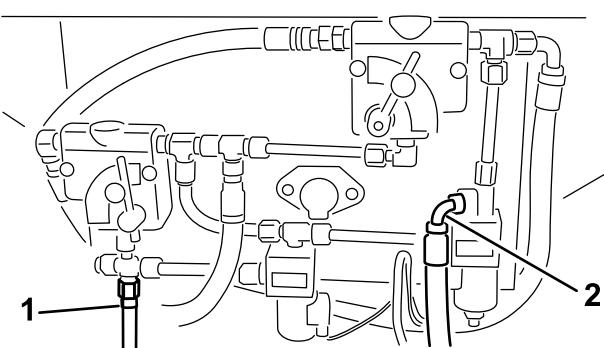
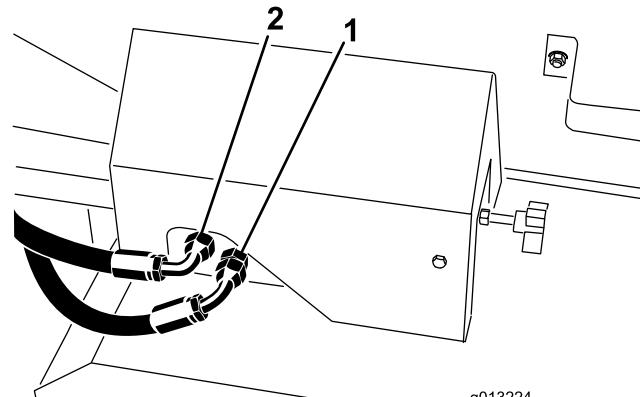
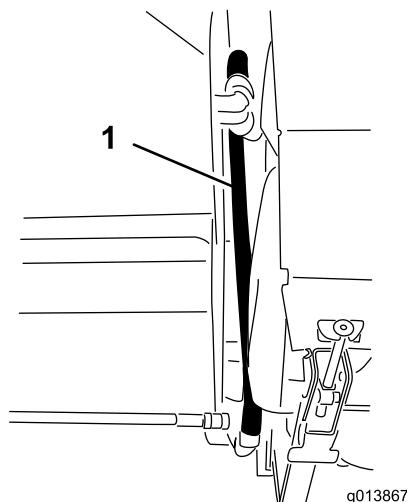
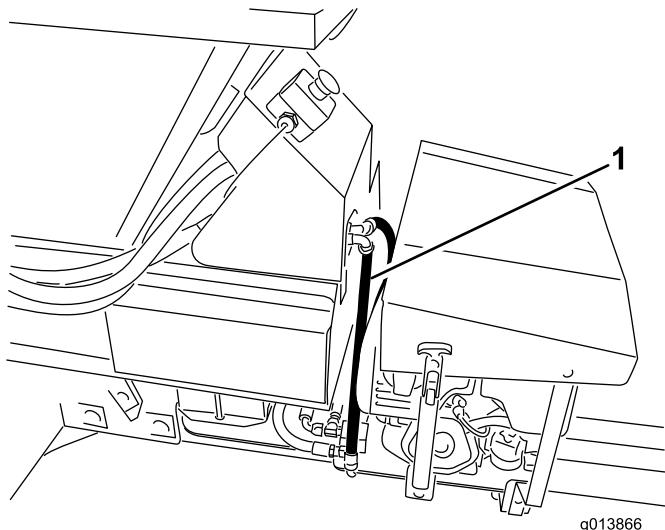

図 14
図 15
図 16
図 17
39. プロパスベースモデルの高圧側および戻り側の油圧接続を確認する。SHバージョンについては 図 14 を参照、EHバージョンについては 図 15 を参照。
40. もし、加圧側および戻り側ホースが 図 14 および 図 15 に示す位置に取付けてあった場合には、取り外す。
41. 油圧ホースを油圧コントロールパネルに接続する。SHバージョンについては 図 14 と 図 16 を参照、EHバージョンについては 図 15 と 図 17 を参照。